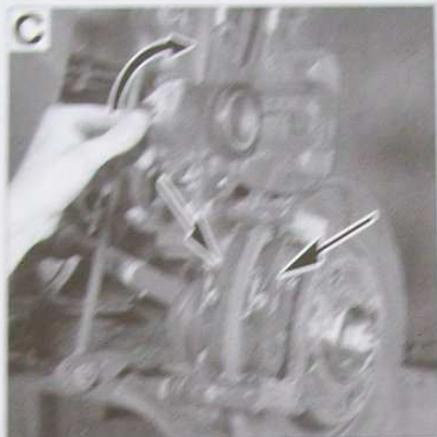

FIG. 3
5. Déposer l'étrier vers le bas en (C) (Fig. 3).